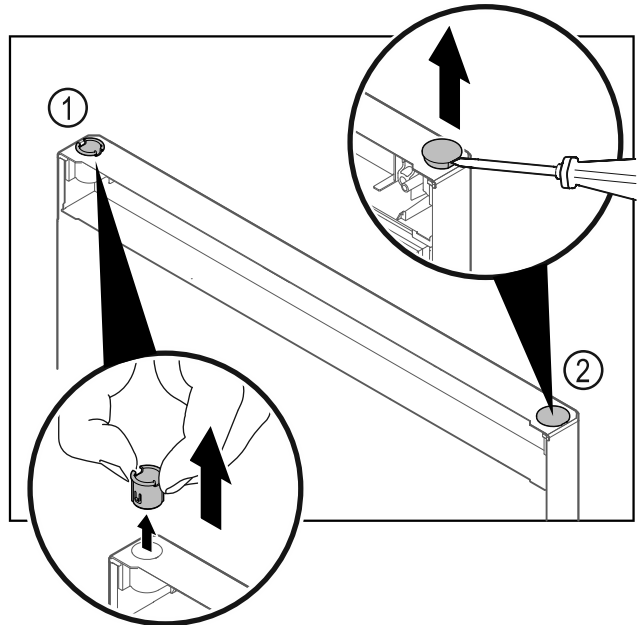

Fig. 22
- ▶ Nxirrni jashtë bokullën e menteshës Fig. 22 (1) me gishtat.
- ▶ Ngrini lart me kujdes tapën mbuluese Fig. 22 (2) me një kaçavidë me kokë petë dhe nxirrni jashtë.